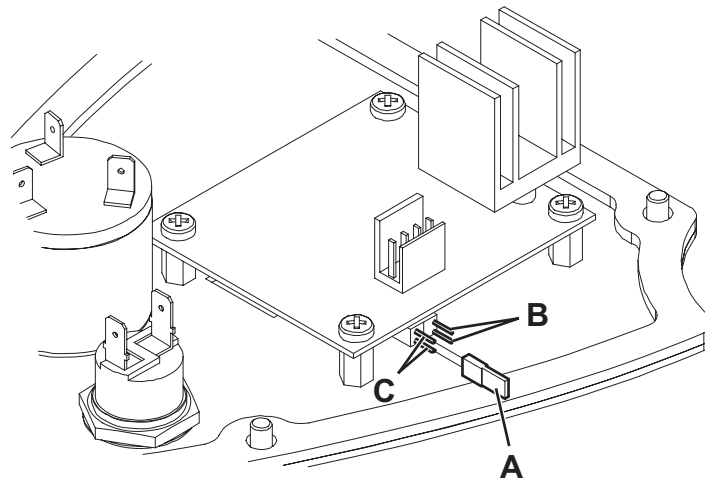

Abbildung 1
1. Den Zündschlüssel (72) auf „0“ drehen.
- Batteriestecker (46) trennen.
- Die Schrauben (83) lösen und die rechte Schalttafel (84) vorsichtig herausziehen.
- Bei GEL/AGM-Batterien Polbrücke (A, Abb. 1) auf die „GEL-Stecker“ (B) schieben.
- Die Schalttafel (84) vorsichtig einbauen und mit den entsprechenden Schrauben befestigen.
- Den Stecker (46) der Batterien anschließen.